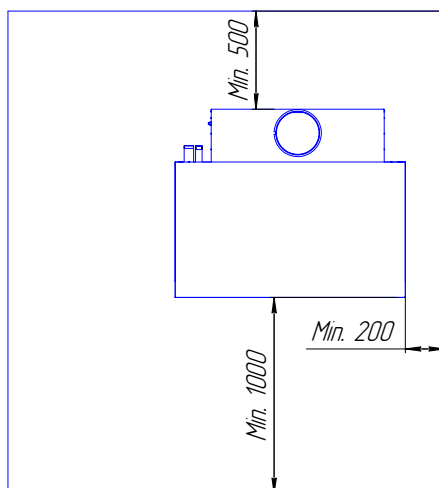

Рис. 3 Минимальные расстояния от котла до стен котельной.
6.3. Установить котел в помещении, выдержав минимальные расстояния, указанные на Рис. 3.